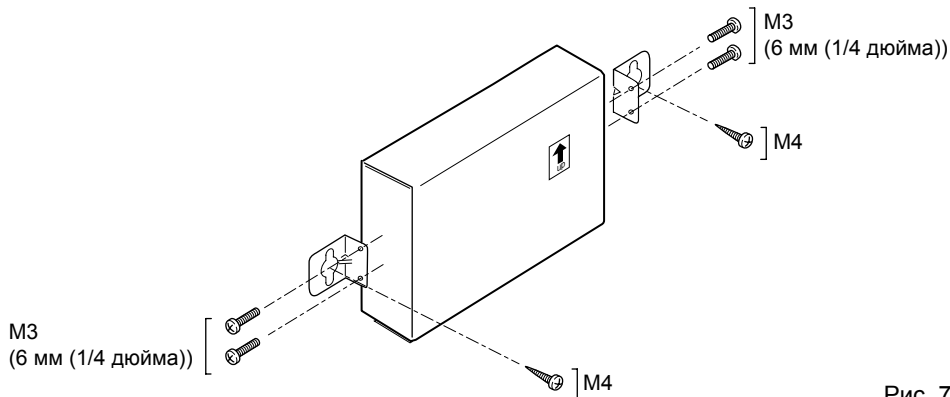

Рис. 7-3
2. Прикрепите к АНС ADAPTER две поставляемых Г-образных арматуры при помощи поставляемых винтов М3. (Рис. 7-3)
3. Надлежащим образом установите АНС ADAPTER при помощи винтов М4 (предоставляются заказчиком) в горизонтальном положении внутри металлического щита управления. (Рис. 7-3)